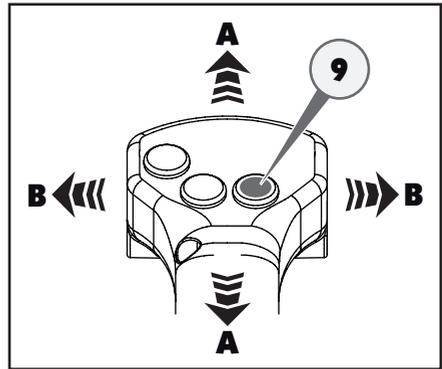
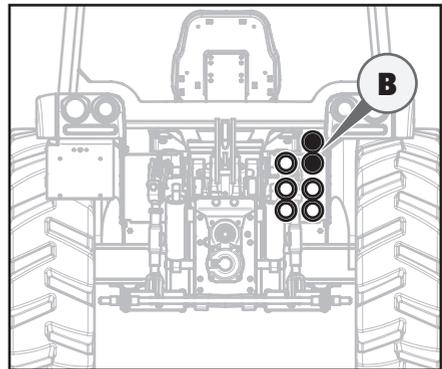

Abb. 5.140
Abb. 5.141
Wenn der Joystick in die in der Abbildung (Abb. 5.140) gezeigten Positionen „B“ bewegt wird und gleichzeitig die Sicherheitstaste (Totmannschaltung) gedrückt wird, dann werden durch Drücken der grünen Taste (9) die Hydraulikanschlüsse gemäß der Darstellung in der Abbildung gespeist (siehe Abb. 5.141).
Wenn der Joystick in die in der Abbildung (Abb. 5.140) gezeigten Positionen „A“ bewegt wird und gleichzeitig die Sicherheitstaste (Totmannschaltung) und die grüne Taste (9) gedrückt werden, werden die Arme des Heckkrafthebels manövriert.